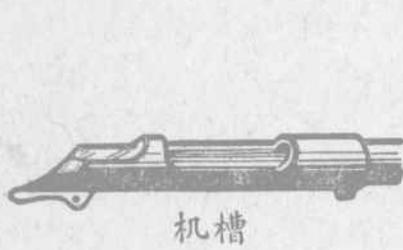

图3 机槽
②机槽：用以容納枪机，是枪机进退的规道，与枪管、枪机和木托等相連結(图3)。机槽里面有机槽室、拨壳挺、枪机卡笋，后端部有扳机和击发阻鉄等。
③枪机：通常又叫做枪栓或大栓，是全枪